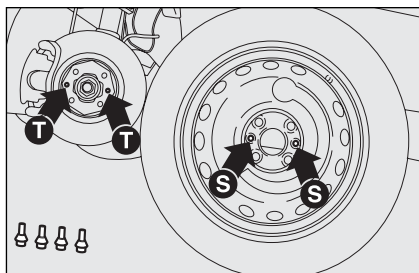

fig. 8
- ☐ montar a rodinha fazendo coincidir os furos **S-fig. 8** com os relativos pinos de centragem **T**;
- ☐ montar a roda de uso normal fazendo coincidir os furos **S-fig. 8** com os relativos pinos de centragem **T**;